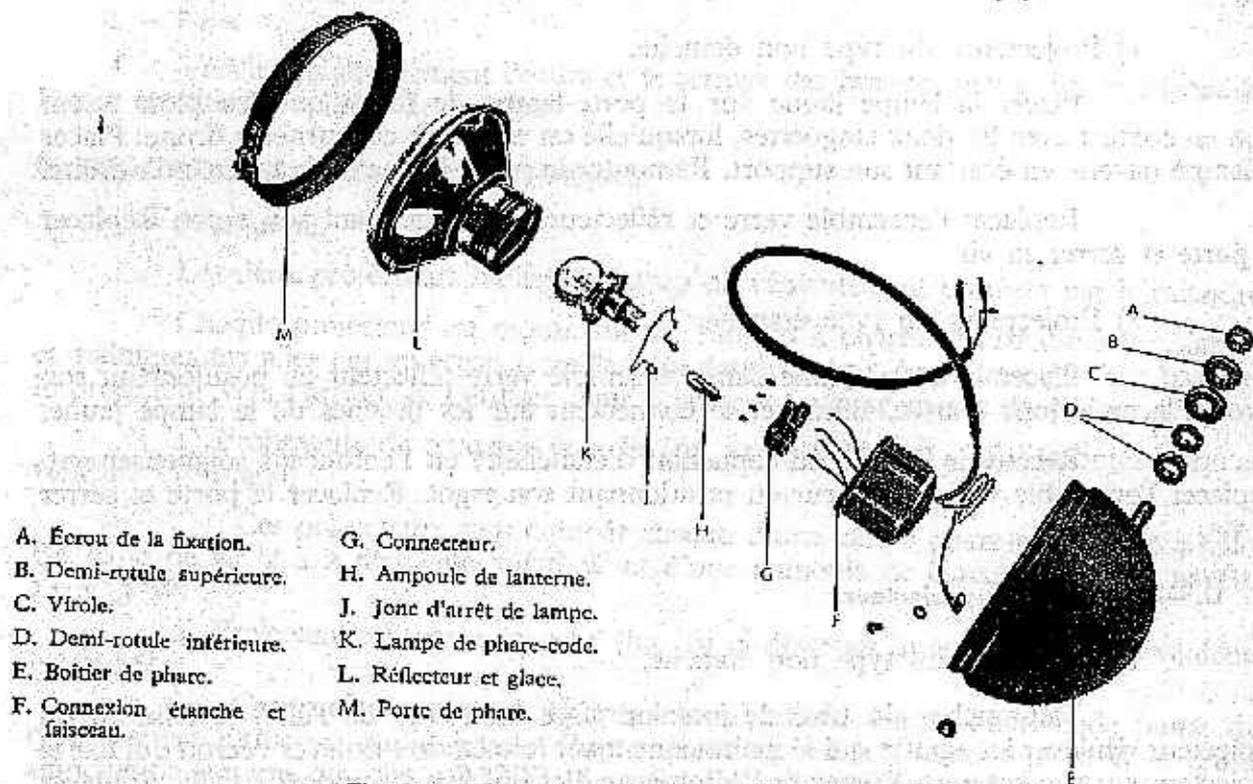

Figure 19. — Projecteur du type étanche (vue éclatée).
2) Projecteurs du type étanche (fig. 19 ci-dessous) (montés depuis le véhicule N° 10461).